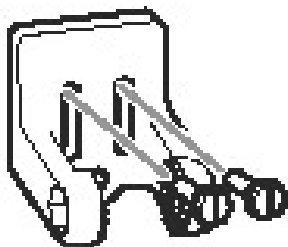

Рис. 20
4. Совместите сборку крепежного кронштейна датчика с отверстиями на транце и закрепите двумя болтами №10 – 1 дюйм длиной, прилагаемыми в наборе. Используйте головку 5/16 дюйма (Рисунок 20). Только ручная затяжка!